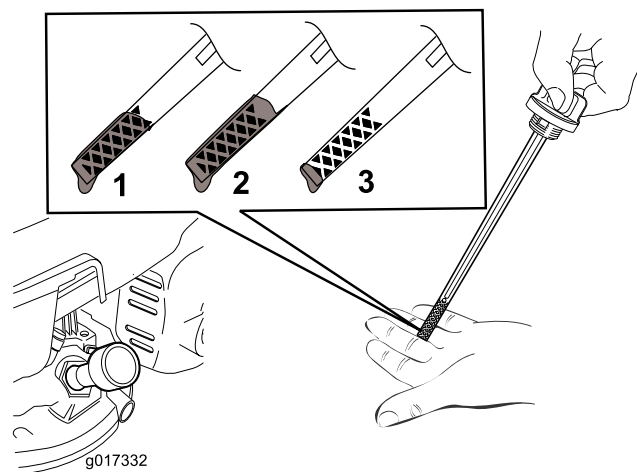

Рисунок 11
Примечание: Заливайте масло в картер двигателя до тех пор, пока масломерный щуп не покажет, что достигнут нужный уровень масла в двигателе, как показано на Рисунок 11. В случае перелива слейте некоторое количество масла из двигателя, как описано в разделе «Замена моторного масла».
5. Для того, чтобы правильно определить уровень масла на масломерном щупе, см. Рисунок 11.